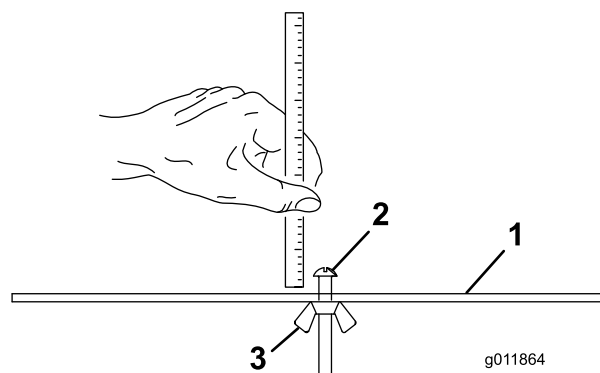

Figure 15
2. Desserrez l'écrou du gabarit (Figure 15) et tournez la vis de réglage de manière à obtenir la hauteur de coupe voulue.